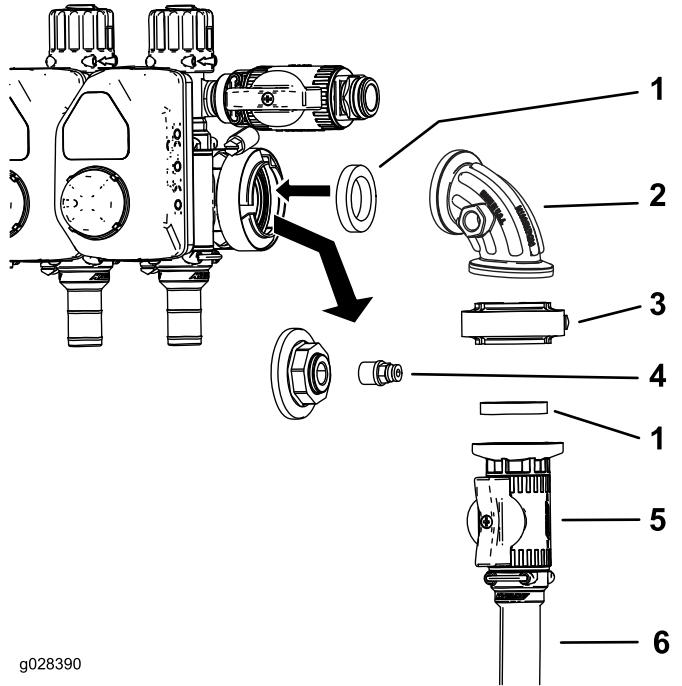
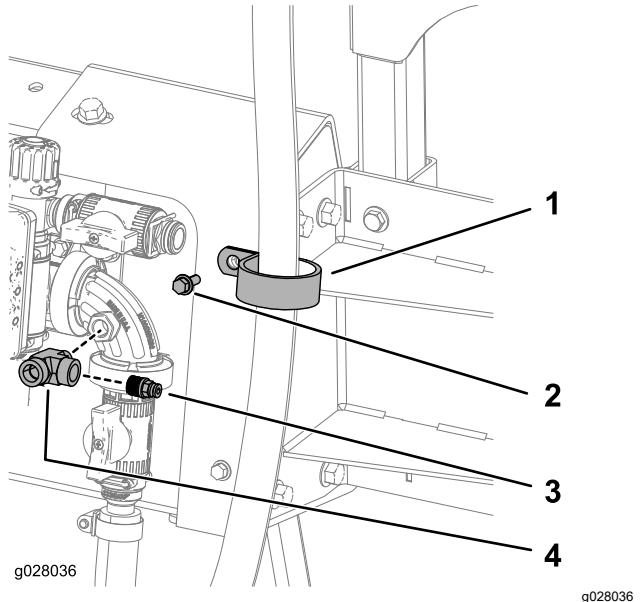

Bild 24
Bild 37
1. Nehmen Sie den Deckel und die Kupplung vom Druckmanometeranschluss ab (Bild 24).
2. Montieren Sie das Regelventil, wie in Bild 24 abgebildet.
3. Befestigen Sie die Kupplung in der offenen Anschlussstelle am 90°-Krümmer (Bild 24 und Bild 37).
4. Schließen Sie den Zulaufschlauch der Schlauchtrommel mit einer Schlauchklemme am Regelventil an (Bild 24).
- Befestigen Sie den Schlauch (180 cm) mit einer R-Klemme, einer Schraube ($\frac{1}{4}''$ –20 x $\frac{3}{4}''$) und einer Mutter ($\frac{1}{4}''$ –20) an der oberen Halterung, wie in Bild 37 abgebildet.
- Tragen Sie PTFE-Dichtungsmittel auf das Gewinde am T-Anschlussstück auf und schließen Sie es am Regelventil an (Bild 37).
- Tragen Sie PTFE-Dichtungsmittel auf das Gewinde an der Kupplung auf und befestigen Sie sie am T-Anschlussstück (Bild 37).